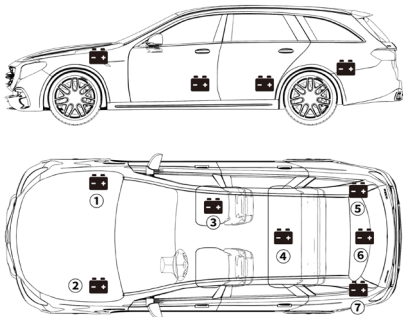

Figura 3.1.1
- 1) La mayoría de los modelos sostienen la batería en el compartimento del motor, debajo del capó, en una de las esquinas delanteras. Consulta la ubicación de la batería ① y ② en la Figura 3.1.1.
- 2) Para equilibrar la distribución desigual del peso, algunos fabricantes mantienen el motor en el maletero. Consulta la ubicación de la batería ⑤ , ⑥ y ⑦ en la Figura 3.1.1. En este caso, la batería puede tener una cubierta de plástico que debe retirarse antes de cualquier prueba.
- 3) Para algunos modelos, la batería puede guardarse debajo del asiento trasero. Consulta la ubicación de la batería ④ en la Figura 3.1.1.
- 4) Para otros vehículos, la batería se puede ubicar debajo del asiento del pasajero. Consulta la ubicación de la batería ③ en la Figura 3.1.1.